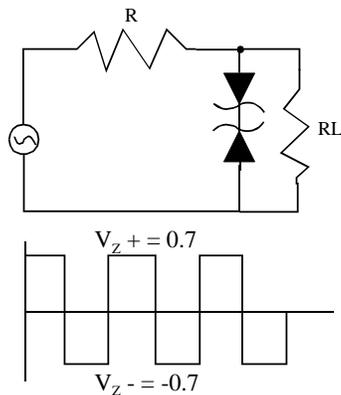

Figura 4.
En la mayor parte de las aplicaciones, los diodos zéner se usan en reguladores de voltaje donde se mantienen en la zona zéner. Pero hay excepciones. A veces, dichos diodos se emplean en circuitos para formar ondas, como el de la figura 4.
2. Arme el circuito de la figura 4 (utilice el zener de 5.1v) y compruebe el funcionamiento del diodo zéner como formador de onda. Dibuje la señal observada.